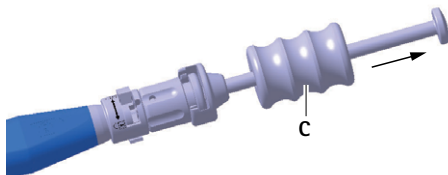

Fig. 6 Extracción del implante de prueba/implante por medio del percutor
- Extraiga el implante de prueba **D** del espacio discal golpeando suavemente con el percutor **C**, ver Fig. 6.
- Extraiga el implante **a** del espacio discal golpeando suavemente con el percutor **C**, ver Fig. 6.